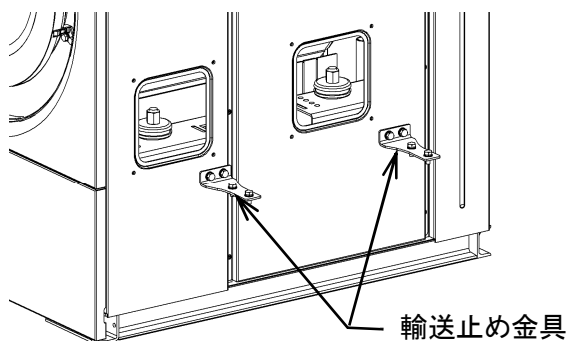

図4-6
1) 左右計 4 ヶ所の輸送止め金具を全て外します。(図4-6)